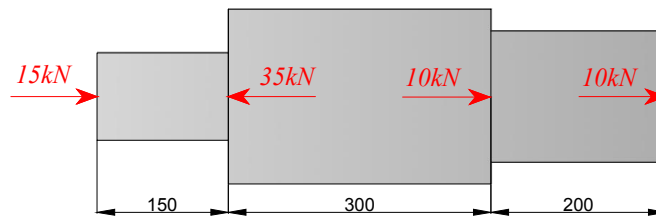

Figura 3: Pieza (medidas en mm)
- Para la pieza de la Figura 3, establezca una sujeción adecuada para que el problema se reduzca a una situación estática en una dimensión. **0.3 pts. Resp:** Empotrar el costado izquierdo o derecho.